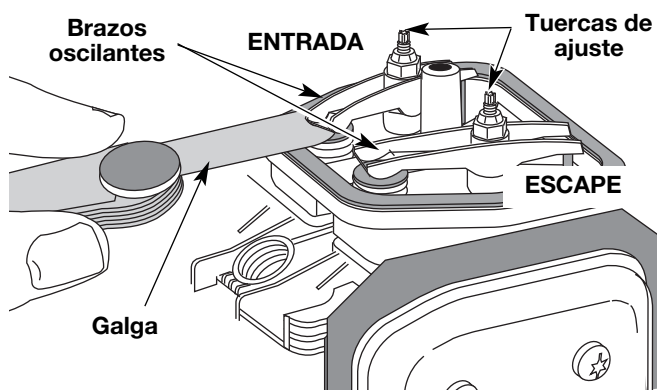

Fig. 37
9. Deslice la galga entre el brazo oscilante y el resorte de retorno de la válvula. Mida el huelgo entre el vástago de la válvula y el brazo oscilante (Fig. 37). Realice esto en las válvulas de entrada y de escape.
El huelgo recomendado para las válvulas de entrada y de escape es 0,076 – 0,152 mm (0,003 – 0,006 pulgadas). Use un calibre regular de automóvil de 0,127 mm (0,005 pulgadas). El calibre debe deslizarse entre el balancín y el vástago de la válvula con una ligera cantidad de resistencia, sin doblarse (Fig. 37 y 38).